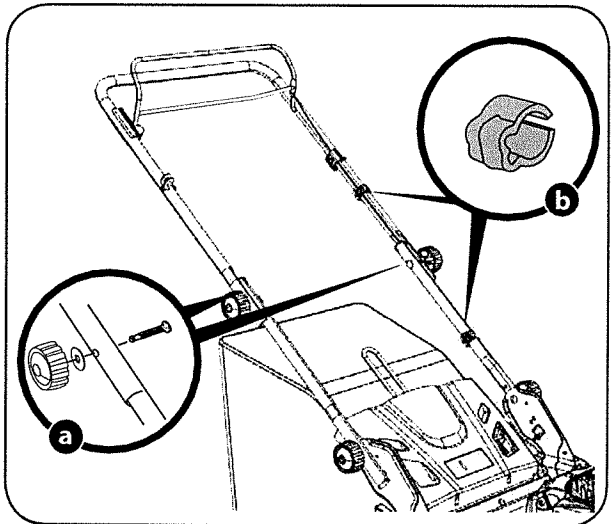

Figura 3
2. Alinean con los agujeros en la manija inferior y fije manija asa superior con tuercas, arandelas y tuercas de mariposa (Figura 3).